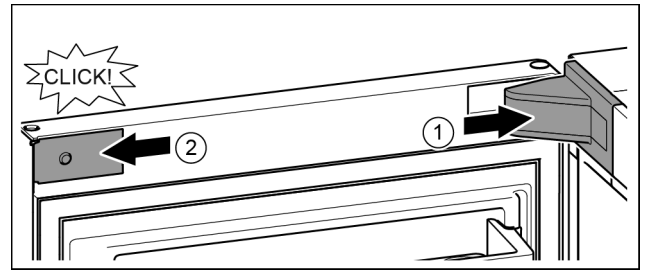

Fig. 41
- ▶ Coloque y encaje la cubierta del soporte de cojinete; dado el caso, separe con cuidado. Fig. 41 (1)
- ▶ Coloque y encaje lateralmente el panel. Fig. 41 (2)